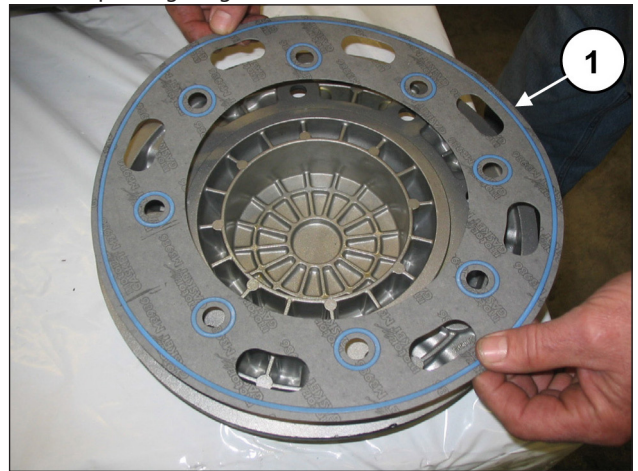
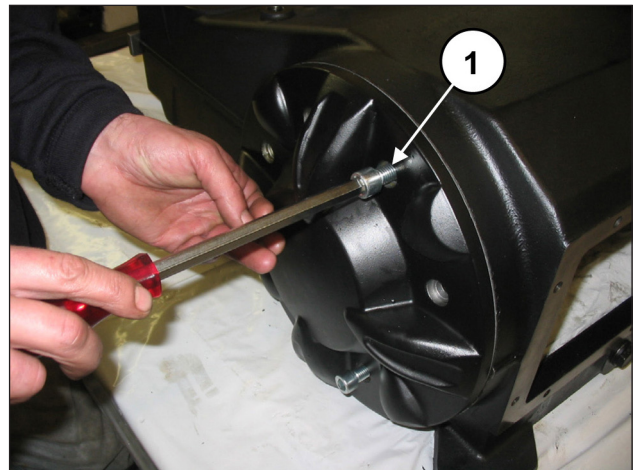

Abb. 76
Abb. 77
Montieren Sie den Lagerdeckel (samt Dichtung) (Pos. ①, Abb. 76) mit 8 Schrauben M12x30 (Pos. ①, Abb. 77). Eichen Sie die Schrauben mit einem Drehmomentschlüssel, wie in Kapitel 3 gezeigt.